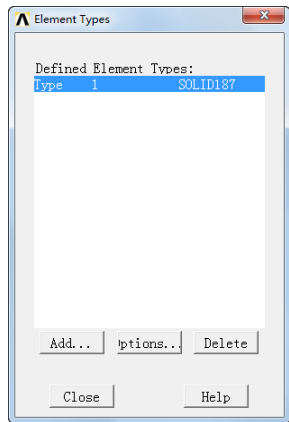

图 8-42 单元类型对话框
- ③选择“Solid”选项，选择实体单元类型。
- ④在列表框中选择“Tet 10Node 187”选项，选择十节点四面体实体结构单元“Tet 10Node 187”。
- ⑤单击“OK”按钮，将“Tet 10Node 187”单元添加，并关闭单元类型对话框，同时返回到第①步打开的单元类型对话框，如图 8-42 所示。